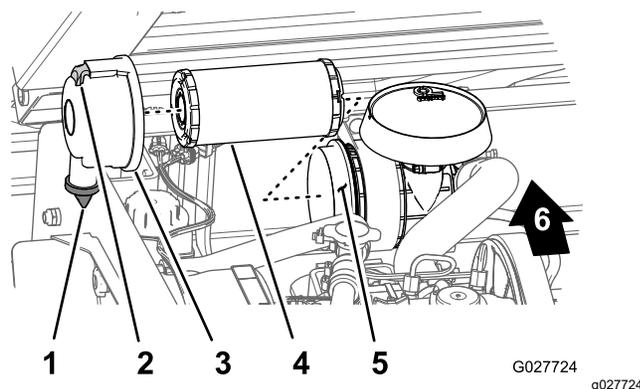

Figura 35
2. Verificate che il corpo del filtro dell'aria sia privo di danni che possano causare una fuoriuscita d'aria (Figura 35).
3. Tirate il fermo verso l'esterno e ruotate il coperchio del filtro dell'aria in senso antiorario (Figura 35).
5. Estraete con cautela l'elemento del filtro dal relativo alloggiamento (Figura 35), in modo da ridurre lo spostamento di polvere.
1. Pulite il foro di espulsione della morchia, situato nel coperchio del filtro dell'aria (Figura 35).
2. Togliete la valvola di uscita in gomma dal coperchio, pulite la cavità e rimontate la valvola di uscita (Figura 35).
3. Montate l'elemento del filtro dell'aria nel relativo alloggiamento premendo sul bordo esterno dell'elemento per inserirlo nell'alloggiamento del filtro dell'aria (Figura 35).
4. Allineate il coperchio del filtro dell'aria con la scatola del filtro con la valvola di uscita in gomma in posizione verso il basso, circa tra le ore 5 e le ore 7 vista dall'estremità (Figura 35).
5. Bloccate il coperchio sull'alloggiamento con i fermi (Figura 35).